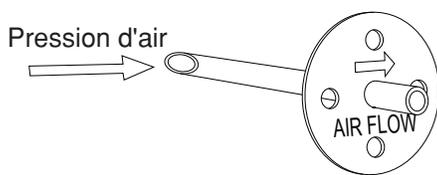

Fig. 9a
9.4 Insérez la sonde dans le conduit et attachez sa base au conduit au moyen de deux vis à métal. La flèche visible sur la base de la sonde indique la direction de l'air dans le conduit (i.e. la partie recourbée de la sonde doit faire face à l'air). Voir Fig. 9a et Fig.9b